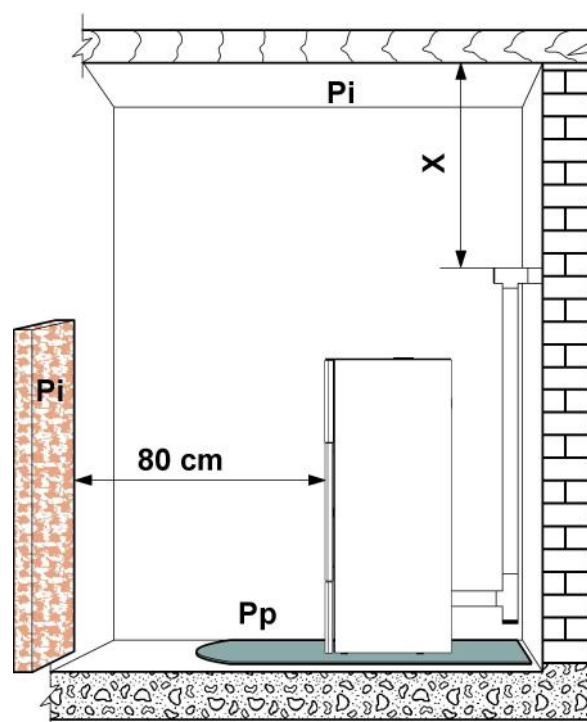

Fig. 5.2a
Se recuerda que se debe respetar la distancia mínima de los materiales inflamables (X), que figura en la placa de identificación de los tubos usados para fabricar la chimenea (Fig. 5.2a).